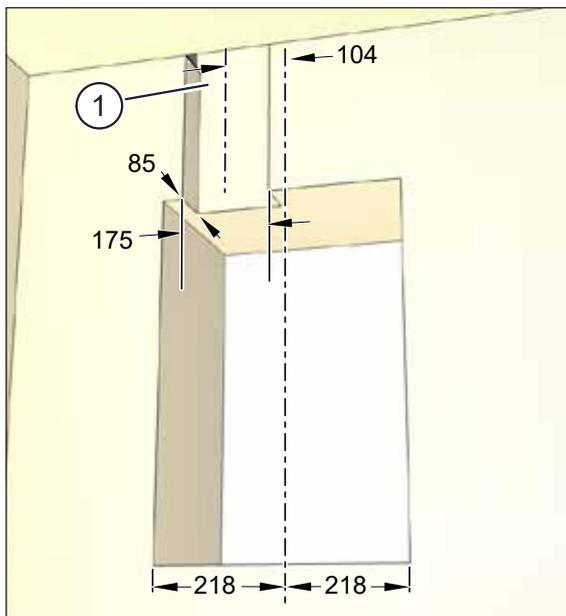

Abb. 14: Nuten für abluftseitigen Flexrohranschluss erstellen, Maße in Millimeter (schematische Darstellung)
- Beispiel: **abluftseitiger** Flexrohranschluss (Pos. 1 in Abb. 14)